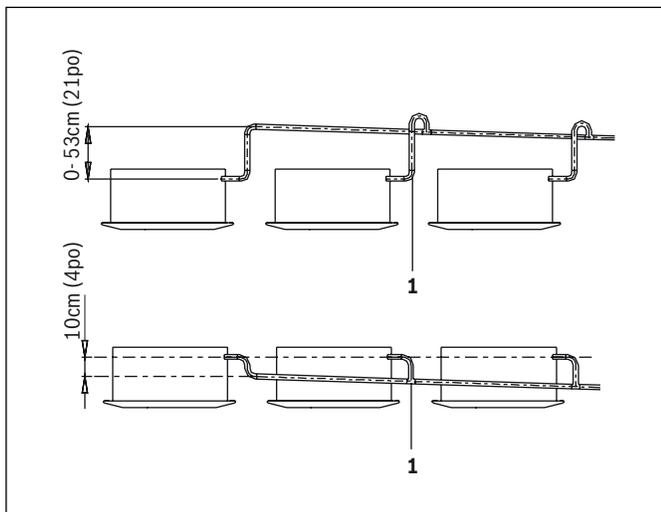

Figure 16
- ▶ Lors du raccordement de plusieurs tubes d'évacuation, installez les tubes comme indiqué à la figure 16. Sélectionnez des tubes d'évacuation convergents dont le calibre est suffisant pour le débit du module.